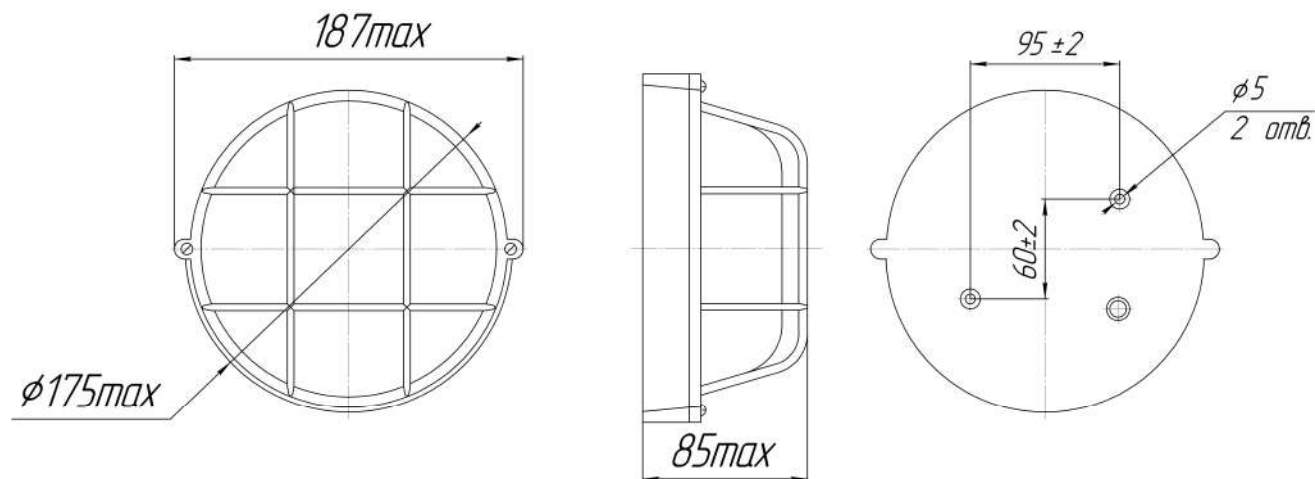

Рис.1
1.4.1. Светильник состоит (см. Рис.1) из металлического корпуса, который является несущим элементом светильника, защитного стекла с решеткой, светодиодных полупроводниковых модулей, источника питания и контактного устройства.